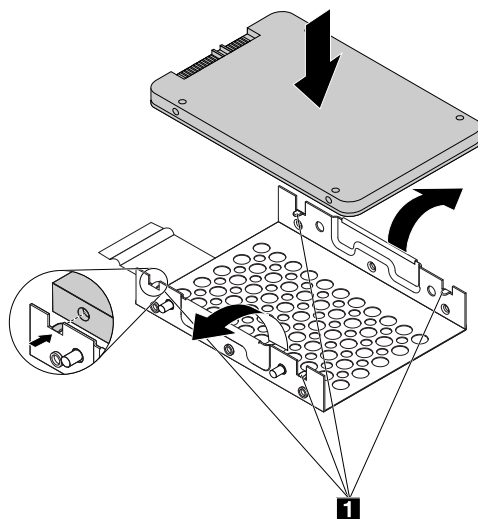

图 65. 将存储驱动器装入转换装置的金属支架中
5. 将新的存储驱动器装入转换装置中。请参阅第 92 页图 65 “将存储驱动器装入转换装置的金属支架中”。